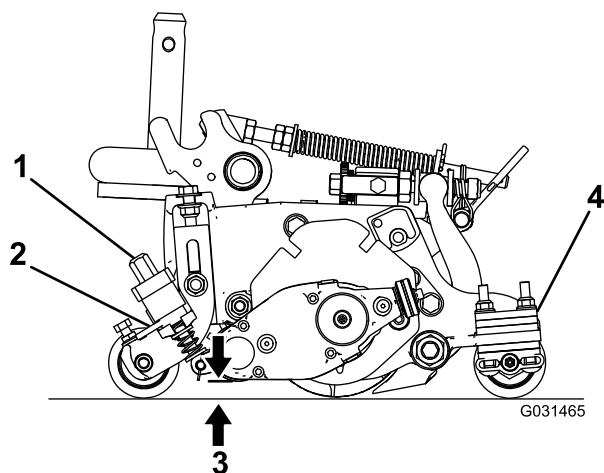

Figura 20
3. Rode as alavancas de libertação rápida (Figura 20) para a posição de ENGATAR (o manípulo aponta para a parte dianteira da unidade de corte).
4. Numa extremidade do cilindro do rastelo, meça a distância que vai da ponta da lâmina mais baixa do dispositivo até à superfície de funcionamento (Figura 20). Rode o manípulo de ajuste da altura (Figura 20) para levantar ou baixar a ponta da lâmina do rastelo, até à altura desejada.